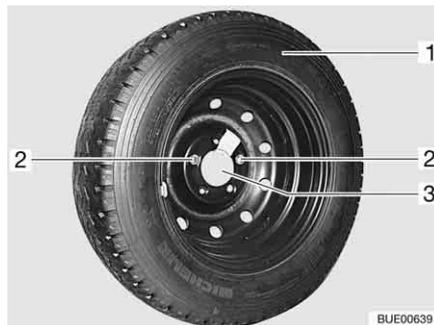

Bild 265 Ersatzrad-Halterung in der Heckgarage
- Die beiden Befestigungsschrauben (Bild 265,2) mit dem Bordwerkzeug herausdrehen und abnehmen.
- Das Ersatzrad (Bild 265,1) von der Zentrierung (Bild 265,3) abnehmen.